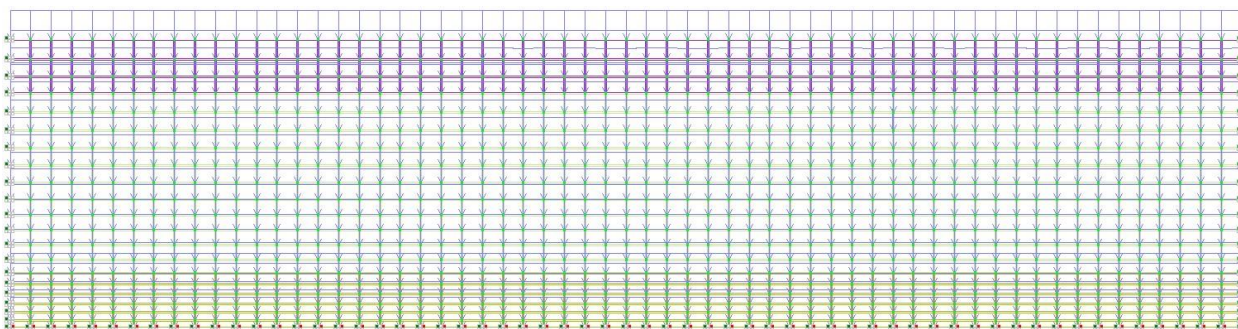

Рис. 10.25. Розрахункова схема з урахуванням переміщень вузлів
- В режимі перегляду результатів розрахунку за умовчанням розрахункова схема відображується з урахуванням переміщень вузлів (рис. 10.25). Для відображення схеми без урахування переміщень